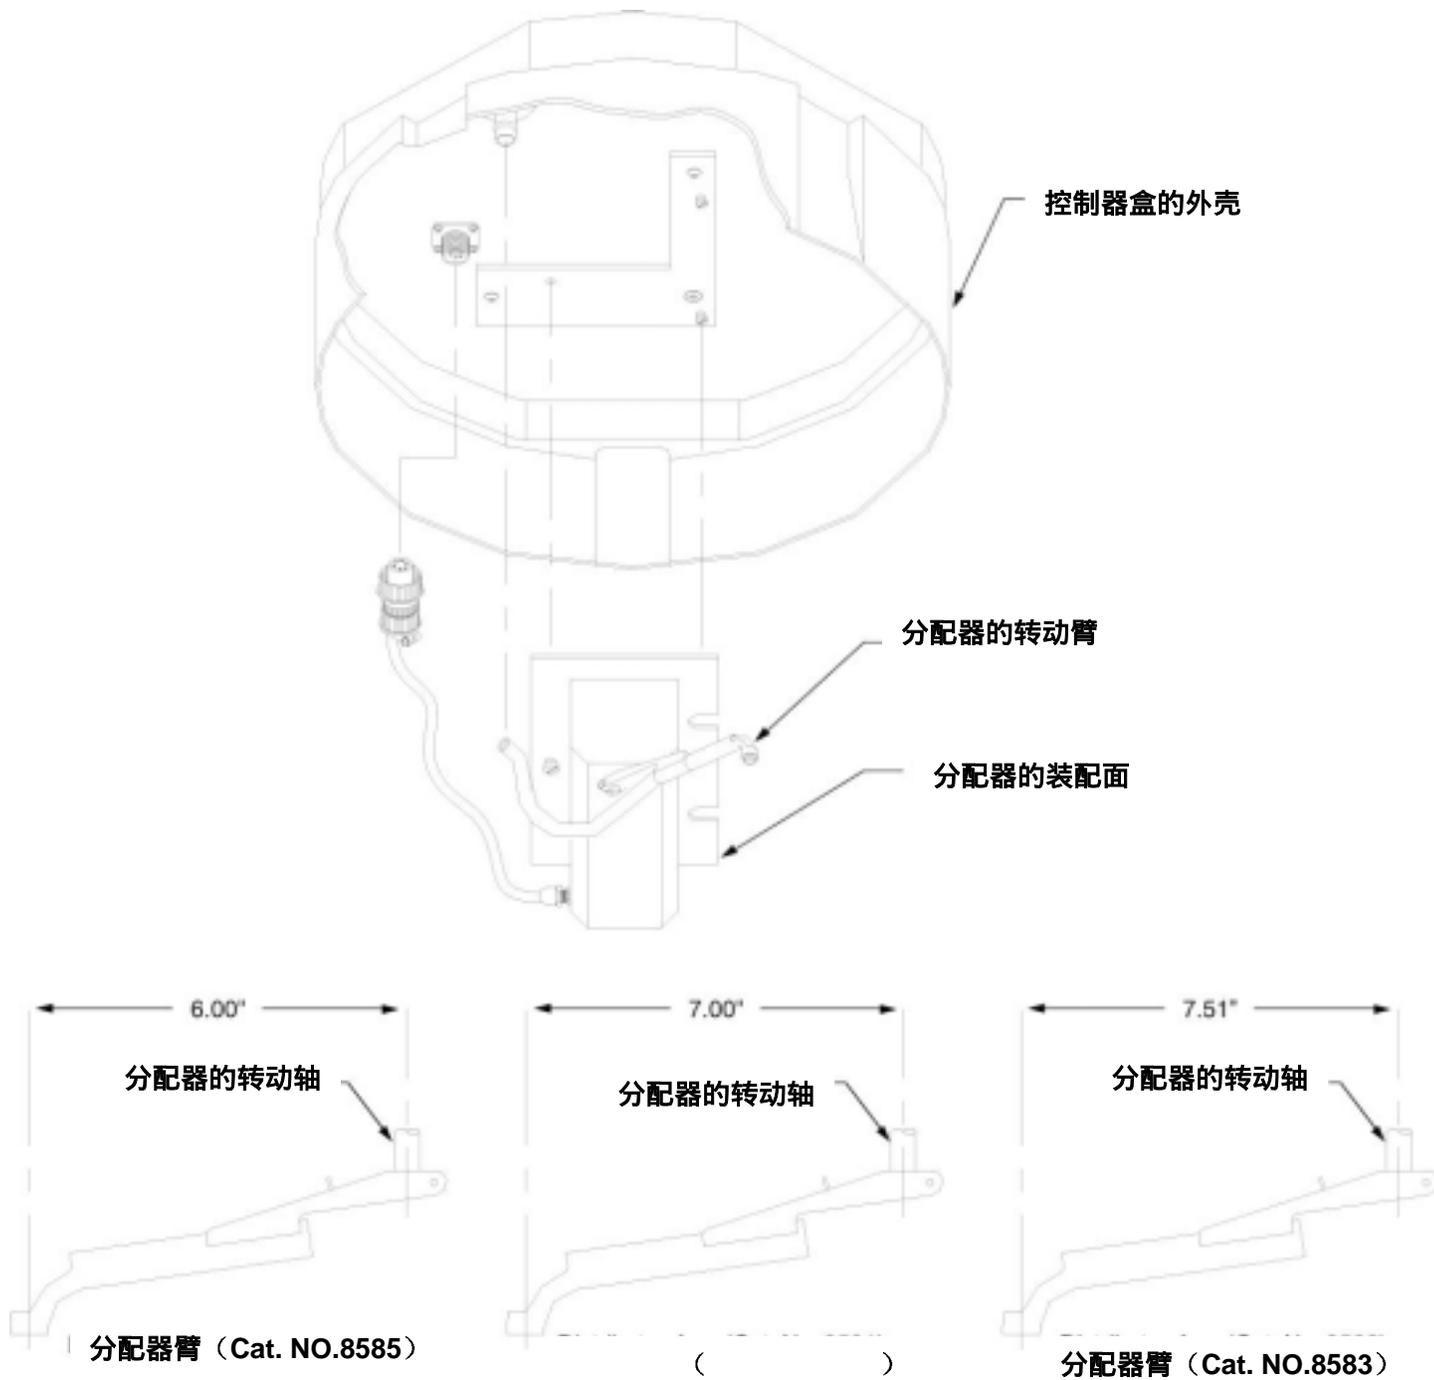

图12 分配器的安装图
1. 分配器装配面上的一边有两个槽口（如图12所示），把这两个槽口滑入控制器盒内侧上表面的2个带肩螺丝上。